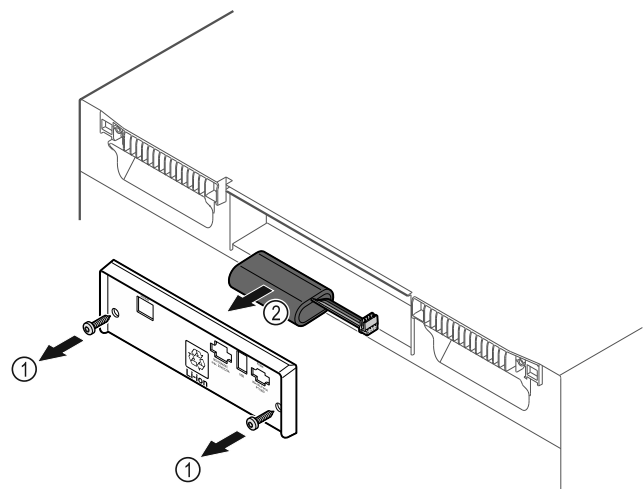

Fig. 235
- ▶ Csavarja ki a csavarokat, és távolítsa el a burkolatot a készülék hátoldaláról Fig. 235 (1).
- ▶ Válassza le, és vegye ki az elemet Fig. 235 (2).